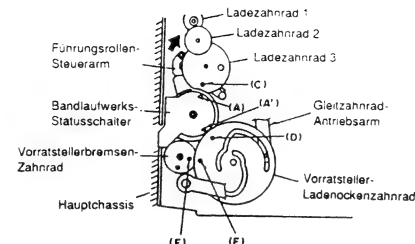

Abb. 3-2
- Den Bandlaufwerk-Statusschalter unter der in Schritt 1) eingestellten Bedingung in das Hauptchassis einbauen. Darauf achten, daß die Markierung (C) auf dem Ladezahnrad 3 und die Markierung (A) auf dem Bandlaufwerk-Statusschalter ausgerichtet sind (siehe Abb. 3-2). Darauf Achten, daß der Führungsrollen-Steuerarm vollständig in Richtung des Pfeiles gleitet (siehe Abb. 3-2).
- Das Vorratsteller-Ladenocken-Zahnrad in das Hauptchassis einbauen, so daß die Markierung (E) auf dem Vorratstellerbremsen-Zahnrad und die Markierung (F) auf dem Vorratsteller-Ladenocken-Zahnrad ausgerichtet sind (siehe Abb. 3-2). Darauf achten, daß die Markierung (D) auf dem Vorratsteller-Ladenocken-Zahnrad und die Markierung (A') auf dem Bandlaufwerk-Statusschalter ausgerichtet sind.